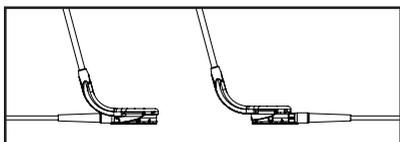

Figura 4. Carregar a porta de acesso na cabeça de aplicação do aplicador de porta
4. Insira a porta de acesso na cabeça de aplicação do aplicador de porta RapidPort® EZ. Certifique-se de que a tubagem da porta esteja paralela à alça do aplicador. A tubagem pode apontar no sentido da alça ou em sentido contrário (Figura 4). A porta encaixará no lugar.